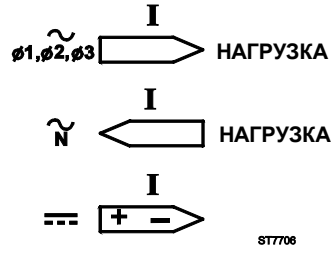

Рис. 3. Правильное расположение клещей
5. Зажмите клещи вокруг проводника, убедитесь, что стрелки на губках клещей верно сориентированы (см. рис. 3).